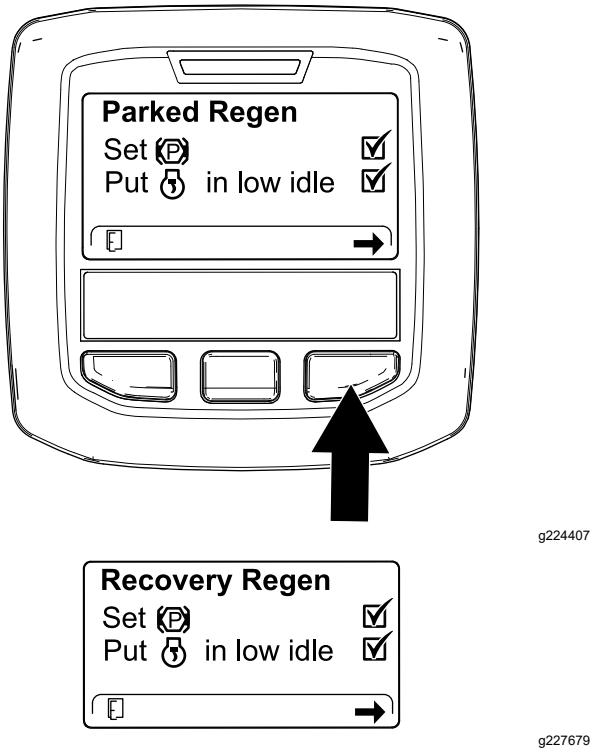

Figure 66
3. Sur l'écran de la liste de contrôle du FAP, confirmez que le frein de stationnement est serré et que le moteur tourne au ralenti (Figure 66).